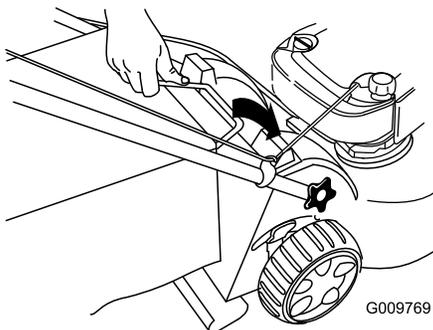

Figure 23
3. Insérez la poignée du bac à herbe dans les rainures en haut de la machine (Figure 23).